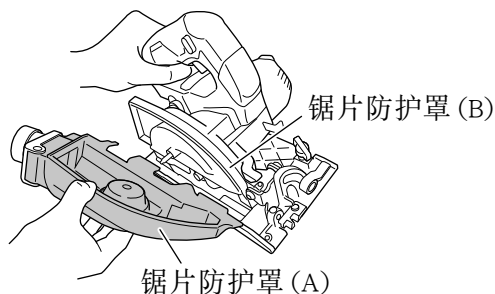

图 43
- (1) 使锯片防护罩向下，拧松蝶形螺栓，卸除锯片保护罩 (A)，处理锯片防护罩内部收集的碎屑。(图 43)
- (2) 合住锯片保护罩 (A)，并用挂钩紧固。